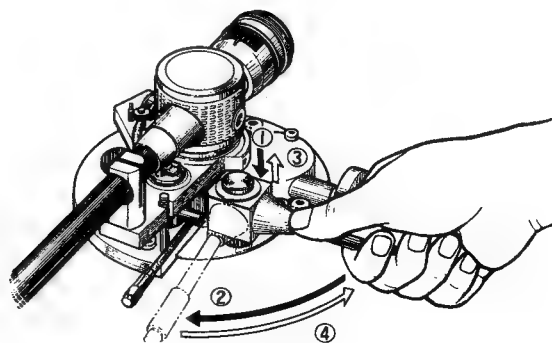

Fig. 14
4. Après avoir réglé la hauteur du bras, le verrouiller de la manière suivante. (Fig. 14)
- ① Dégager le levier de verrouillage pour engager l'engrenage.
- ② En maintenant le levier de verrouillage pressé, le tirer vers soi (dans la direction de la flèche).
- ③ Le libérer pour le relever.
- ④ Le pousser. En répétant l'opération trois ou quatre fois, on serre le levier de verrouillage et le bras est fermement fixé.
- ① Den Verriegelungshebel nach unten drücken, um die Zahnräder in Eingriff zu bringen.
- ② Tonarm-Verriegelungshebel im gedrückten Zustand in Richtung des auf Fig. 14 weiß eingezeichneten Pfeils (von 2 nach 4) bewegen.
- ③ Den Hebel loslassen. Dadurch wird der Mechanismus ausgekuppelt.
- ④ Den Verriegelungshebel jetzt in Richtung des auf Fig. 14 schwarz eingezeichneten Pfeils (von 4 nach 2) bewegen. Durch drei- bis viermaliges Wiederholen dieses Vorgangs wird der Tonarm im Lager verriegelt und gegen versehentliche Bewegung geschützt.
4. Na instelling van de toonarmhoogte, de toonarm als volgt vergrendelen. (Fig. 14)
- ① Druk de borghendel in om het mechanisme te koppelen.
- ② Met de borghendel ingedrukt, de borghendel naar u toetrekken (in de richting van de pijl).
- ③ De borghendel loslaten om deze omhoog te laten komen.
- ④ Breng de borghendel terug. Door deze handeling drie of vier keer te herhalen, zullen borghendel en toonarm goed vast worden gezet.
4. När Du ställt in tonarmshöjden; lås tonarmen på följande sätt: (Fig. 14)
- ① Tryck på spaken för att koppla i kuggarna.
- ② Håll kvar trycket på spaken och för den mot Dig (i pilens riktning).
- ③ Släpp spaken så att den höjs.
- ④ För tillbaka spaken. När Du upprepat rörelsen 3—4 gånger låses tonarmen och blir stadigt fixerad.För att lösgöra låsspaken; tryck på spaken och vrid den bakåt så att kuggningen släpper. Om Du upprepar rörelsen 3—4 gånger så lösgörs låsningen.